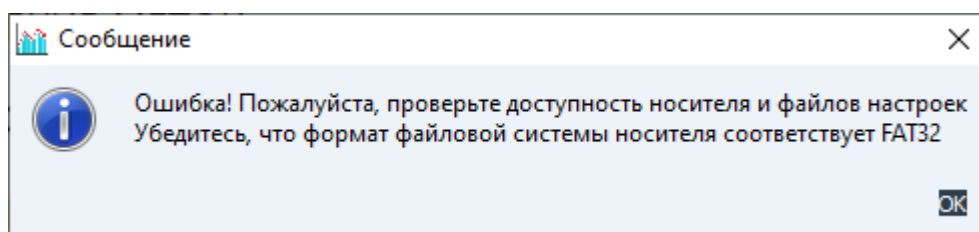

Рисунок 2.22 – Ошибка передачи данных на внешний накопитель
2.6.3 Для копирования системных настроек, настроек входов и выходов или настроек меток на другие приборы, либо журнала событий, необходимо нажать на клавишу «ЭКСПОРТ», после чего все введенные настройки/события скопируются на внешний носитель данных. Для переноса системных настроек, настроек входов и выходов или настроек меток с другого прибора необходимо нажать на клавишу «ИМПОРТ», все необходимые настройки скопируются на прибор с внешнего носителя. В случае ошибки передачи, администратор увидит сообщение об ошибке (рис. 2.22).